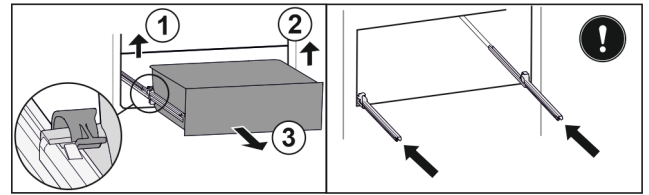

Fig. 101
- ▶ Linker klem optillen en gelijktijdig lade links naar voren trekken. Fig. 101 (1)
- ▶ Rechter klem optillen en gelijktijdig lade rechts naar voren trekken. Fig. 101 (2)
- ▶ Lade naar voren toe verwijderen. Fig. 101 (3)